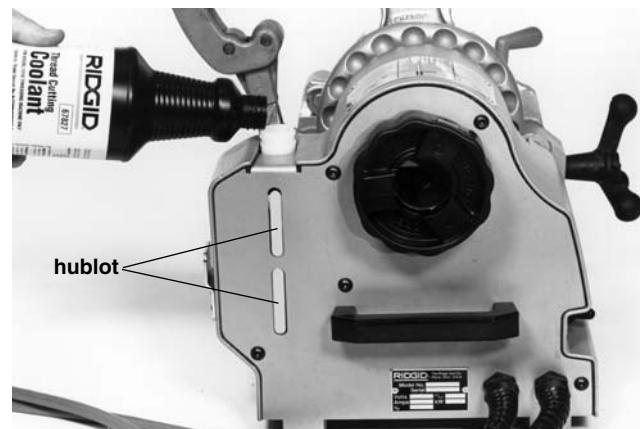

Figure 5 – Remplissage du réservoir de liquide de filetage
- Mettez l'interrupteur marche/arrêt (ON/OFF) à la position « marche » (ON). Appuyez momentanément sur la pédale de commande. Vérifiez que le mandrin tourne bien à gauche lorsque vu du côté 'outil' de la fileteuse. Si l'appareil ne tourne pas dans le sens prévu ou que la pédale de commande ne contrôle pas son fonctionnement, n'utilisez pas l'appareil avant qu'il ait été réparé.
16. Vérifiez le niveau de liquide de filetage RIDGID Thread Cutting Coolant via le hublot situé à l'arrière de la fileteuse n° 1210 (*Figure 5*). Au besoin, retirez le bouchon de remplissage du réservoir et faites l'appoint. Le réservoir contient environ 16 onces de liquide de filetage.